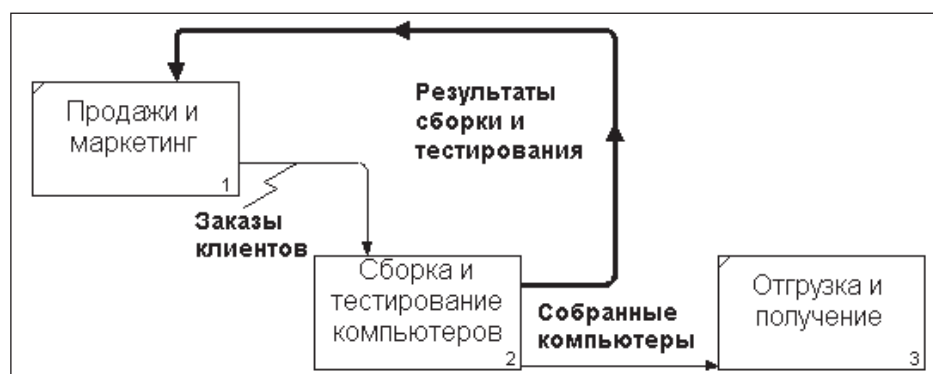

Рис. 5.1. Диаграмма FEO
4. Удалите лишние стрелки на диаграмме FEO. Результат показан на рис. 5.1.